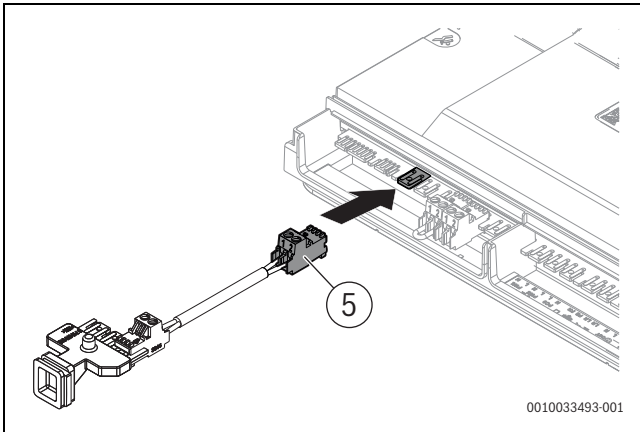

Bild 100 BUS-Kabel am BUS-Steckplatz der Klemmleiste anschließen
- BUS-Kabel der Anschlussleiste (→ Bild 100, [5]) am BUS-Steckplatz der Klemmleiste anschließen.